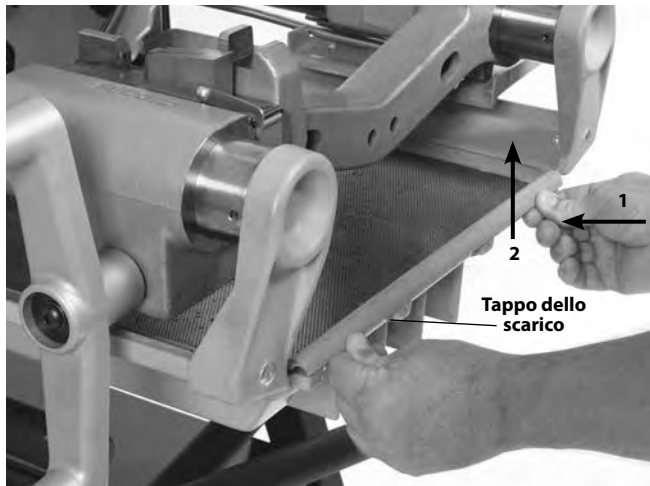

Figura 29 – Rimozione del vassoio di raccolta
Per rimuovere il vassoio di raccolta, premere verso il mandrino anteriore (1) e sollevare (2) (vedere la Figura 29).